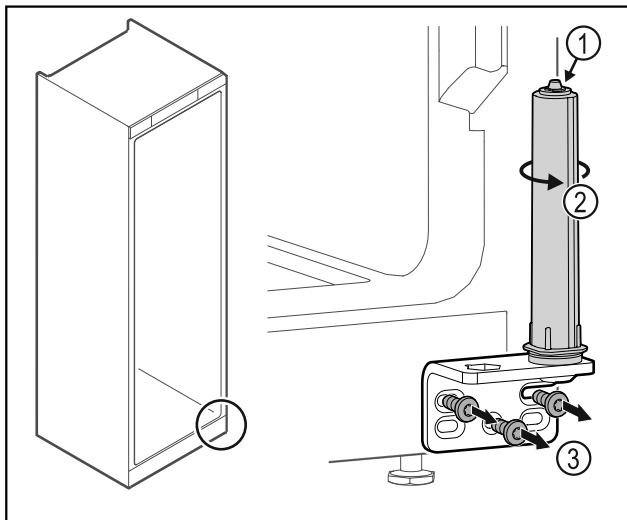

Fig. 45
- Mos e zbërtheni sistemin e mbylljes së derës Fig. 45 (1).
- ▶ Rrotulloni sistemin e mbylljes Fig. 45 (2) derisa të kërçasë.
- ▶ Lironi vidat e profilit të menteshës Fig. 45 (3).